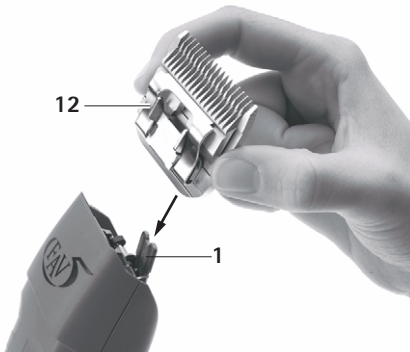

Fig. 2
- Conectar el cabezal de corte 12 a la bisagra del cabezal 1 abierta, ver Fig. 2.